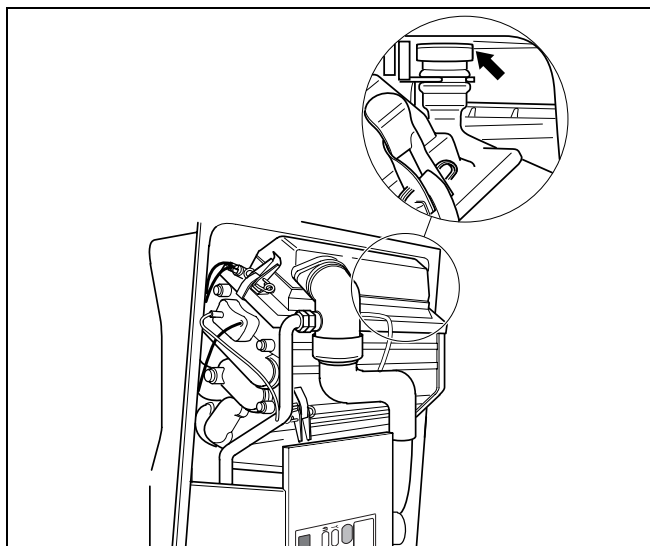

Fig. 43 Tappo di tenuta nel bypass condensa
- Verificare visivamente se il tappo bianco di tenuta è applicato sul bypass condensa (fig. 43).